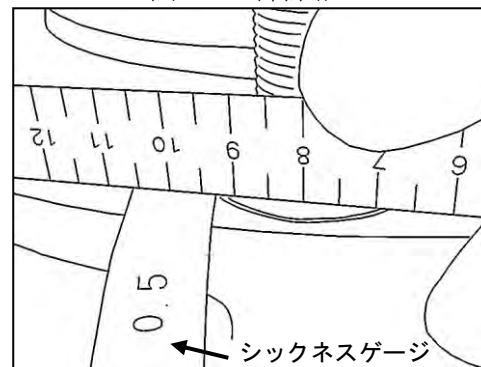

図4
3. 1箇所(図4)の未摩耗部に直定規を密着させ、脇にて段差を計測する。(図4)